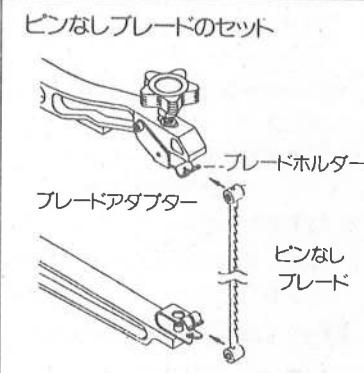

図6
- ブレードホルダーの取付方法はピン付と同じよう引掛けしてください。(図6参照)